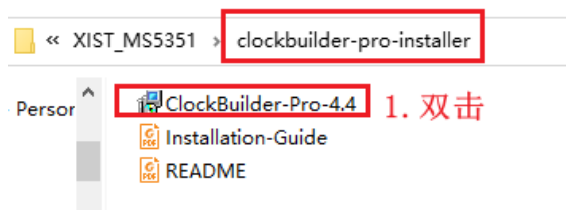

图 12. 5 找到 clockbuilder 软件安装
1. 解压“clockbuilder-pro-installer.rar”文件夹，找到 ClockBuilder-Pro-4.4 进行安装，如下图 12. 5 所示。
2. 双击之后，弹出如下图 12. 6 所示的界面，直接点击 Next。